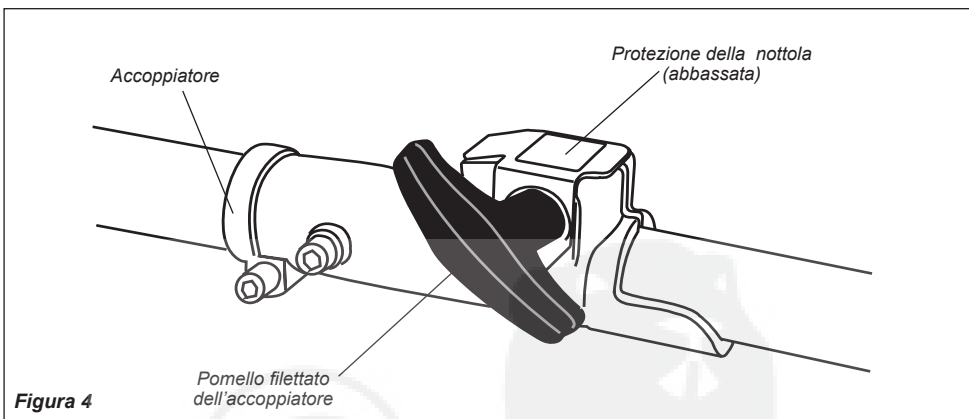

Figura 4
5. Quando le due estremità del tubo sono bloccate insieme, premere verso il basso la protezione della nottola caricata a molla e stringere la vite dell'accoppiatore. Vedere Figura 4.